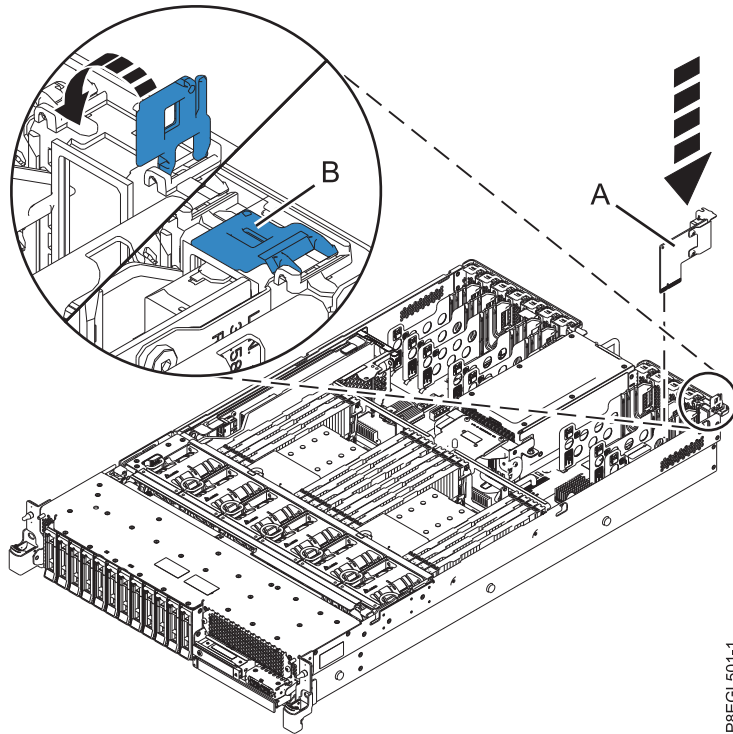

Figura 2. Substituir a placa de E/S do sistema num sistema montado em bastidor
2. Com o trinco de bloqueio azul (B) na posição aberta, alinhe a placa de E/S do sistema (A) com as calhas de guia no sistema e deslize a placa directamente na ranhura da placa, conforme demonstrado em Figura 2 na página 6.
3. Rode o trinco de bloqueio azul (B) na direcção demonstrada em Figura 2 na página 6 para bloquear a placa de E/S do sistema na posição.